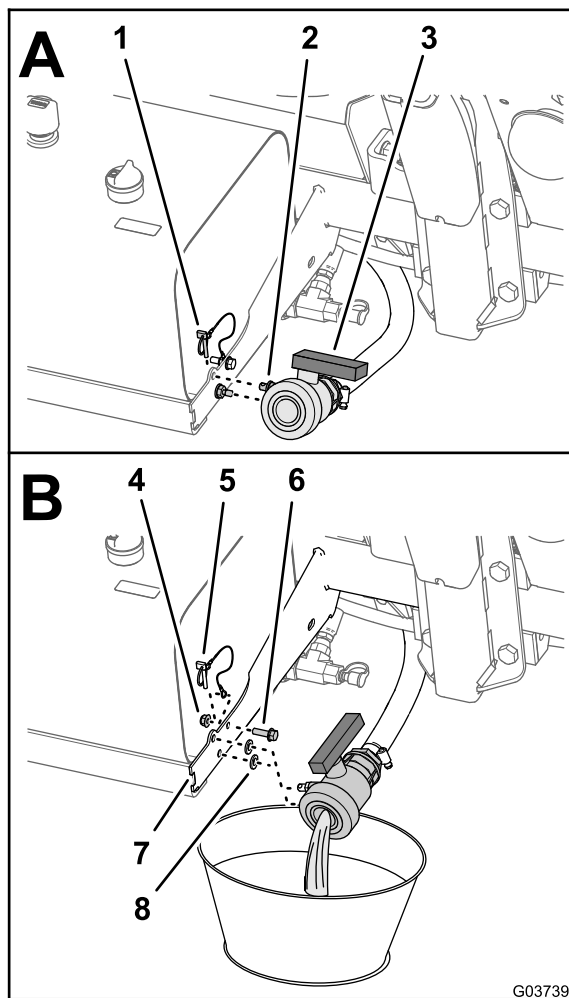

図 2
3. 液剤タンク 図 2を空にする散布車のオペレーターズマニュアルの「スプレーヤの洗浄」を参照。
4. リンチピンのケーブル油圧タンクのサポートに固定しているフランジヘッドボルト5/16 x 1 インチとフランジロックナット5/16 インチを外す 図 2。